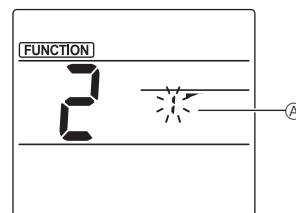

Fig. 2
② Odabiranje broja krilca (Fig. 2) Pritisnite gumb [↓] kako biste odabrali broj krilca A, a zatim pritisnite gumb [SET].